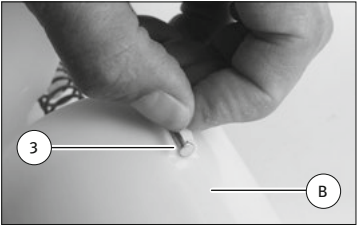

Abb. 4/Fig. 4/Puc. 4/图4
- 松开两个导向杆 (9) 的锁定件 (3), 并将导向杆从导向件内拔出 (图 4)。不要损坏锁定件。
- 可废弃处理旧的下半部分 (B) 和弹簧 (2)。